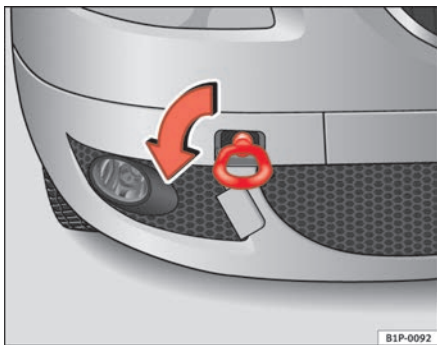
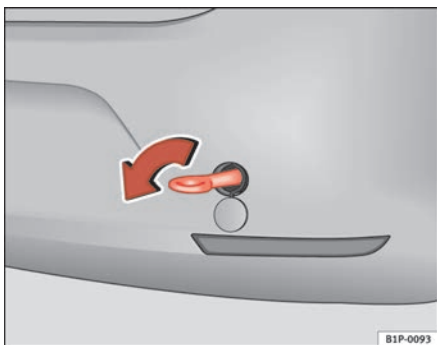

Abb. 177 Frontpartie rechts: Einschrauben der vorderen Abschleppöse
Abb. 178 Einschrauben der Abschleppöse hinten
- Schrauben Sie die Abschleppöse in Pfeilrichtung *links* herum bis zum Anschlag vorne ⇒ Abb. 177 oder hinten ⇒ Abb. 178 in die Gewindebohrung ein. ■